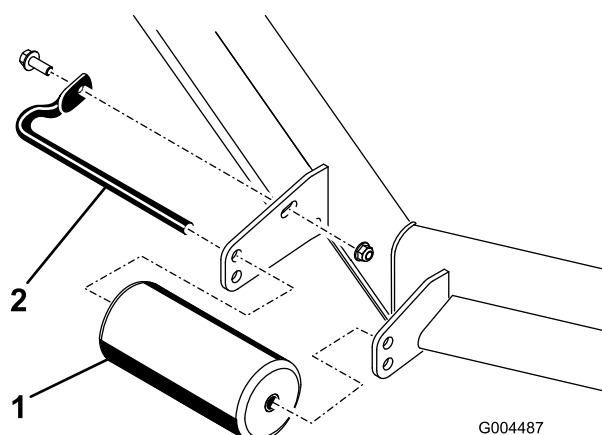
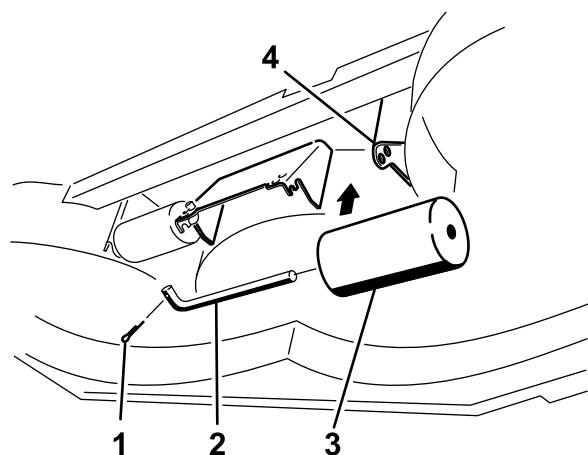

Figura 10
Figura 14
4. Togliete i fermi di fissaggio da ciascun rullo sul tosaerba ed alzate o abbassate i rulli come opportuno; vedere da Figura 10 a Figura 14 come opportuno per il vostro tosaerba.